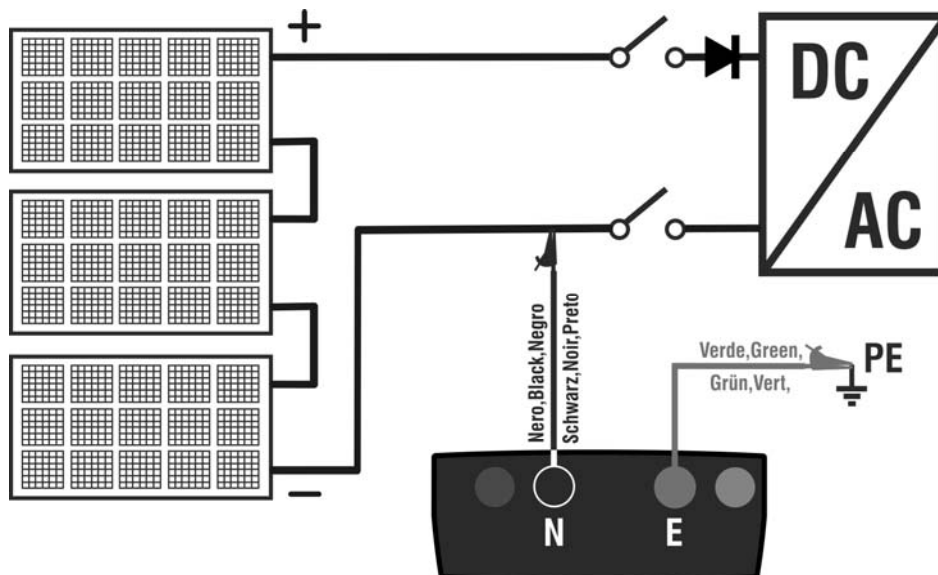

Abb. 7: Anschluss für Isolationsmessung in Betriebsmodus TMR
8. Verbinden Sie das Gerät mit dem zu prüfenden PV-String, wie in der Abb. 7 gezeigt. Der Test kann auch an mehreren Saiten parallel zueinander durchgeführt werden. Denken Sie daran, dass alle Überspannungsableiter, die an die Kabel des Strings / der Strings angeschlossen sind, ebenfalls getrennt werden müssen und dass es ratsam ist, die Messung vor Sperrdioden durchzuführen